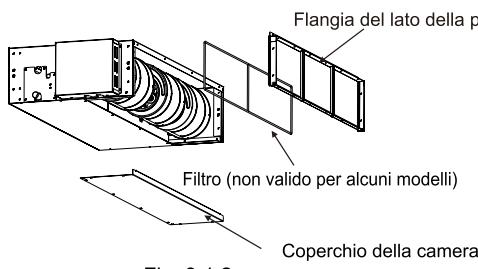
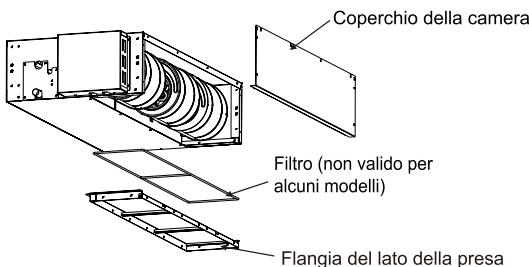

Fig. 3.1.2
Fig. 3.1.3
- (1) Rimuovere il coperchio della camera.
- (2) Ricollegare il filtro rimosso nell'orientamento mostrato in Fig. 3.1.2 e il coperchio della camera rimosso nell'orientamento mostrato in Fig. 3.1.3. Fare riferimento alla Fig. 3.1.3 per la direzione del filtro.